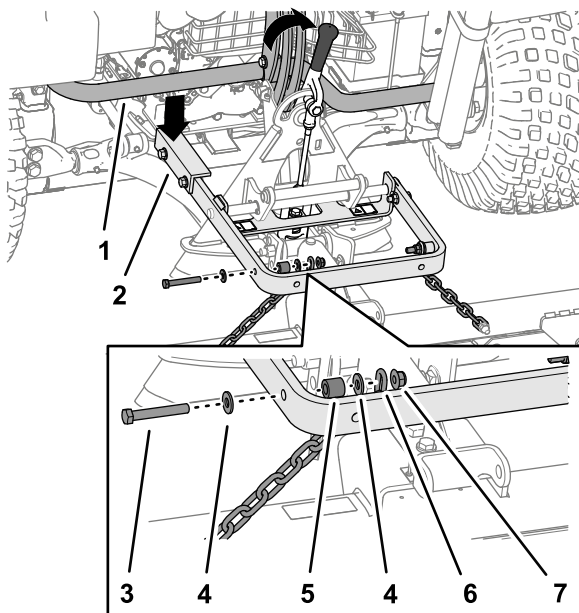

Figura 7
Importante: Il braccio lungo del gruppo del braccio di sollevamento deve essere sotto il gruppo del telaio posteriore del trattore (Figura 7).
Sollevate e spostate sempre l'accessorio per mezzo della maniglia prevista sul retro dell'adattatore per accessori (Figura 7).
5. Fissate l'anello superiore di ciascuna catena alla parte esterna del braccio di sollevamento (Figura 7) utilizzando un bullone ($\frac{3}{8}$ " x $2\frac{1}{2}$ "), 2 rondelle ($\frac{3}{8}$ " x $7/8$ "), un distanziale e un dado di bloccaggio ($\frac{3}{8}$ ").